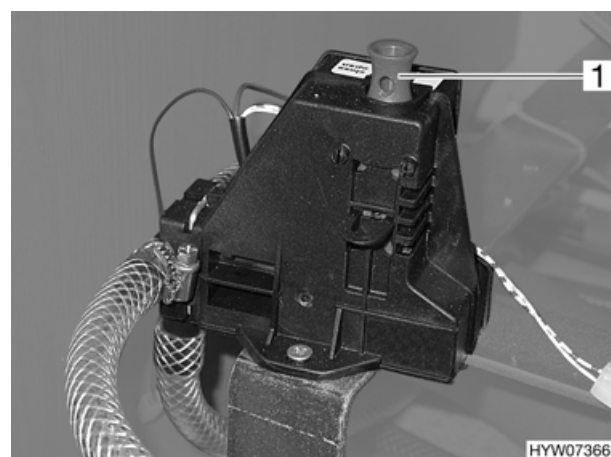

Bild 71 Sicherheits-/Ablassventil des Boilers
Der Boiler ist mit einem Sicherheits-/Ablassventil (Bild 71) ausgestattet. Das Sicherheits-/Ablassventil verhindert, dass das Wasser im Boiler einfriert, wenn bei Frost die Heizung nicht eingeschaltet ist. Einbauort siehe Kapitel 10, "Lage der Ablassventile".
- Sicherheits-/Ablassventil schließen. Dazu den Zugschalter (Bild 71,1) nach oben ziehen.
- Sicherheits-/Ablassventil (Bild 71) öffnen. Dazu den Zugschalter (Bild 71,1) nach unten drücken. Der Boiler wird über das Sicherheits-/Ablassventil nach außen entleert.